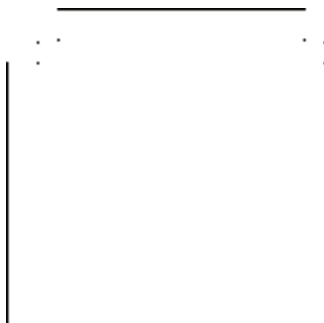

图 3-107 转换结果
3) 再次按〈Enter〉键，即可完成绘制异形立面操作，如图 3-107 所示。